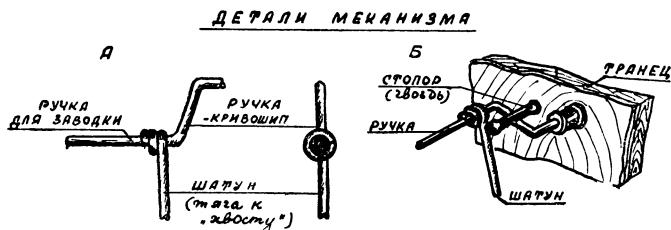

Рис. 7
Вращательное движение резиномоторчика нужно преобразовать в качательное. Для этого делают пластины и шатун из проволоки диаметром в 1,0—1,5 м.м. Нижний конец шатуна неподвижно прикрепляют к пластине, а на верхнем конце делают ушки — кольца (рис. 7,а).
В транце просверливают отверстие, куда плотно (на kleю) вставляют отрезок металлической трубы, служащий подшипником для вала резиномотора. Для того чтобы трубочка не свивалась от натяжения резины, нужно к наружному ее концу пристягнуть жестяной фланец (рис. 7).
1. Запуски под мотором. На модели убирают паруса. «Хвост» устанавливают в прямом положении и лапки закрепляют (шуруп затягивается). Ручкой заводится резиномотор. При этом полезно отсчитывать и запомнить (или записать) количество оборотов ручки. Для того чтобы легче было запускать модель, а моторчик не раскрутился преждевременно, можно сделать простой стопор (гвоздь, вставленный в отверстие транца; см. рис. 7,б). Модель ставят на воду и направляют по заданному курсу. Придерживая одной рукой ручку заводки, осторожно вынимают стопор ипускают модель.